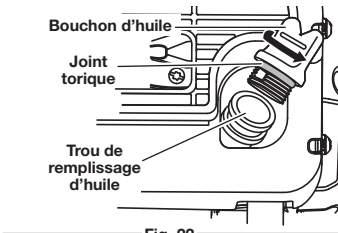

Fig. 22
4. Retirez le bouchon du réservoir d'huile (Fig. 22).
REMARQUE : Assurez-vous que le joint torique est en place sur le bouchon d'huile lors de la vérification et de la vidange de l'huile (Fig. 22).